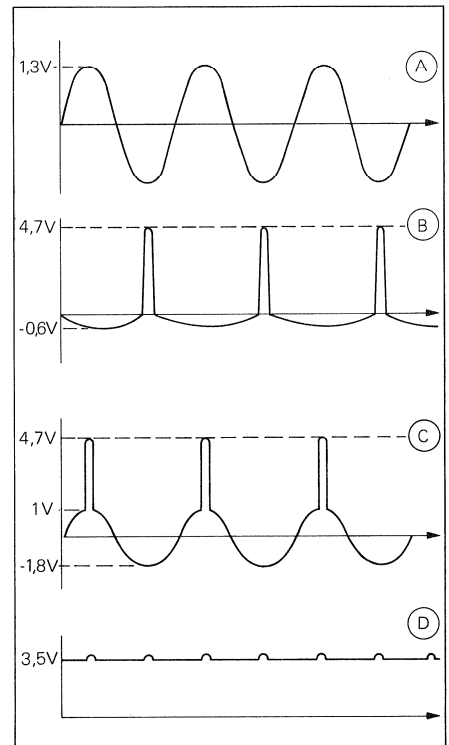

Fig. 7.11.3
1. Gleichrichter kontrollieren (Fig. 7.11.3).
1. Check rectifier (fig. 7.11.3)